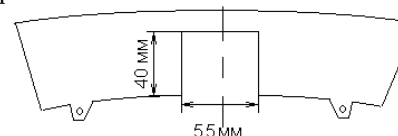

Рис.2.
- в соответствии с рис.2 для выхода шара по оси симметрии бампера в нижней части сделать вырез;